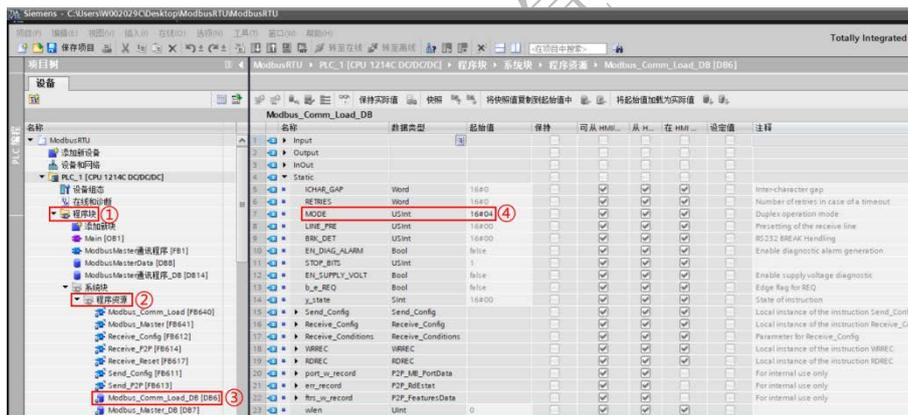

图 4.4 定义 ModbusRTU 主站端口工作模式为 RS485
- 4) 接下来，定义端口的工作模式。本示例中，点对点模块的工作模式为 RS485，所以需要将【Modbus\_Comm\_Load】背景数据中静态变量的【MODE】参数赋值为 4，赋值既可以通过【Move】指令来完成，也可直接修改该静态变量的默认值来实现，本实例使用后一种方法，如图 4.4 所示。